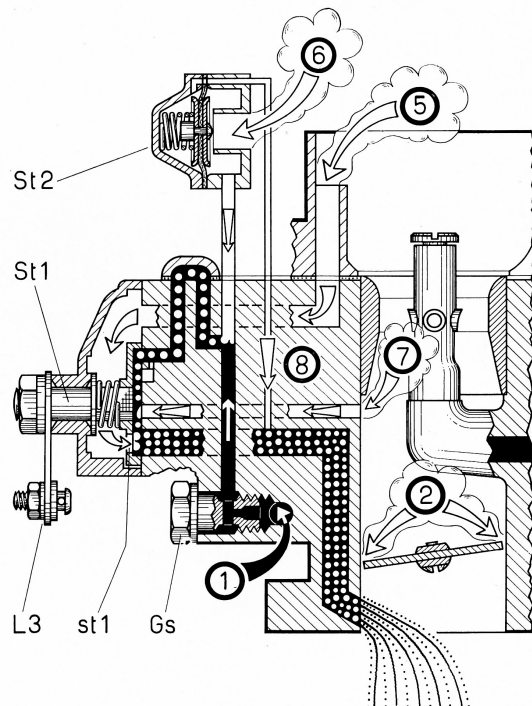

Abb. 5 Wirkungsweise beim Kaltstart
Im Augenblick des Anspringens des Motors und der damit verbundenen Steigerung der Drehzahl und des Unterdrucks (Abb. 5) öffnet sich das **Starterluftventil** (St 2). Dieses ist ein unterdruckgesteuertes Belüftungsventil, durch welches Luft aus der Schwimmerkammer in das Startsystem einströmen kann (6). Durch die zusätzlich eintretende Luft bildet sich bereits im Kanalsystem oberhalb der Starterkraftstoffdüse (Gs) eine Voremulsion, die abmagernd auf die Zusammensetzung des Startgemisches wirkt und einen ruhigen Weiterlauf des Motors sichert.